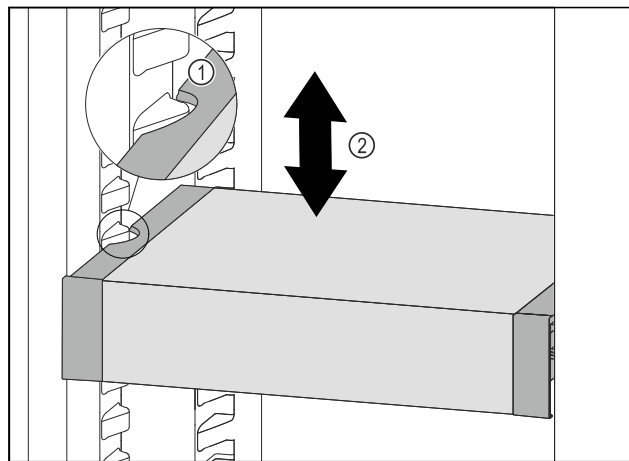

Fig. 179
- Tirer le VarioSafe vers l'avant jusqu'à ce que les encoches latérales du VarioSafe soient à la hauteur de la nervure du bac dans la partie réfrigérateur. Fig. 179 (1)
- Déplacer le VarioSafe vers le haut ou vers le bas dans la partie réfrigérateur jusqu'à ce que la hauteur souhaitée soit atteinte. Fig. 179 (2)